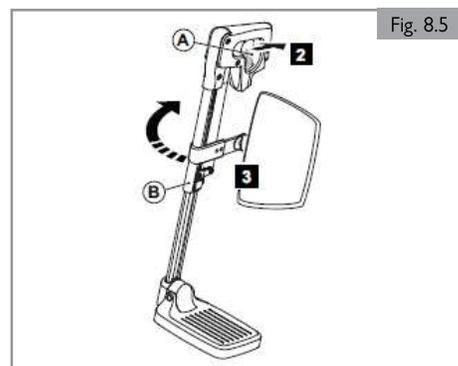

Fig. 8.5
8.4 Repose-jambes escamotables (Fig. 8.5)**Dépose des repose-jambes escamotables**